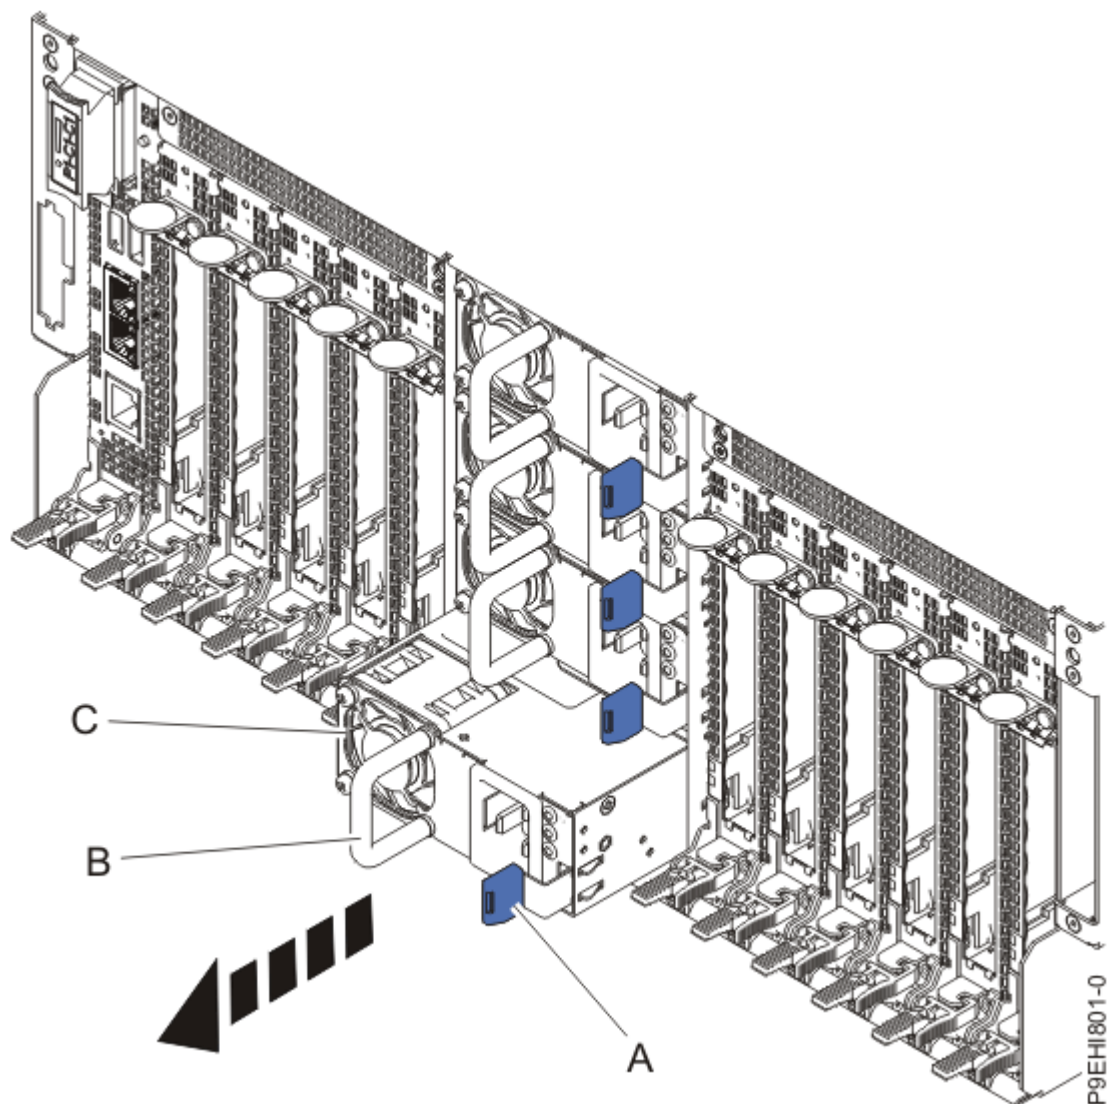

Figura 6: Extracción de una fuente de alimentación de la parte posterior del chasis del sistema
3. Presione la pestaña de sujeción **(A)** a la izquierda, como se muestra en la Figura 6 en la página 9.
4. Utilizando el asa **(B)**, tire de la fuente de alimentación para extraerla del sistema, tal como se muestra en la Figura 6 en la página 9.